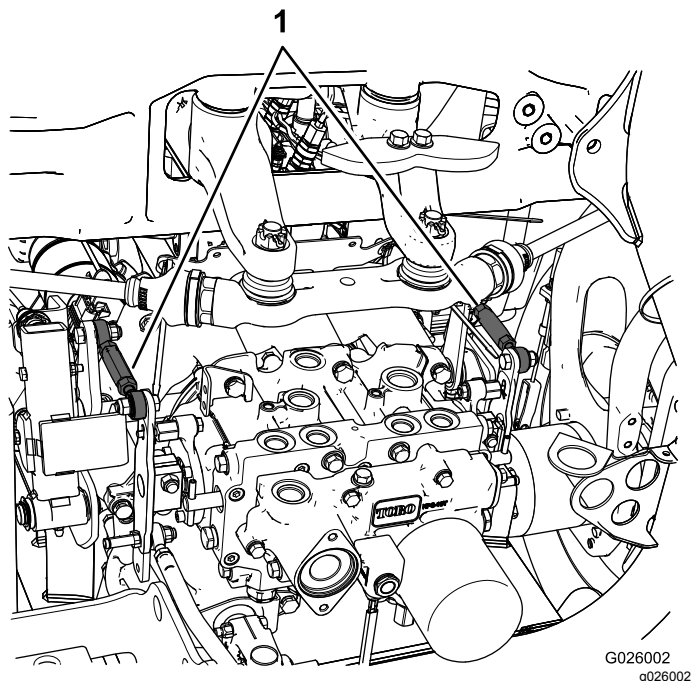

Рисунок 46
- Если вращается левое колесо, отпустите зажимную гайку на левой тяге управления трансмиссией (**Рисунок 46**).